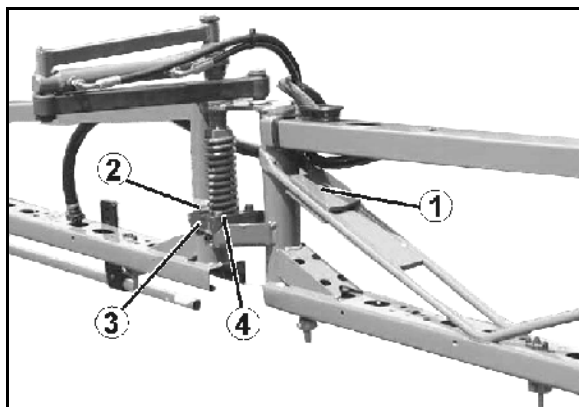

Fig. 139
Hvis dette ikke er tilfældet, skal der ved **frigjort** svingningsudligning foretages justering af udklappede bom vha. kontravægte (Fig. 139/1). Kontravægtene fastgøres tilsvarende på udlæggeren.
1. Skruerne (Fig. 139/2) til fastgørelseslasken (Fig. 139/3) løsnes. Indstillingen foregår direkte på plastkloen (Fig. 139/4) via langhullerne på fastgørelseslasken.
3. Bolten (Fig. 139/2) spændes.